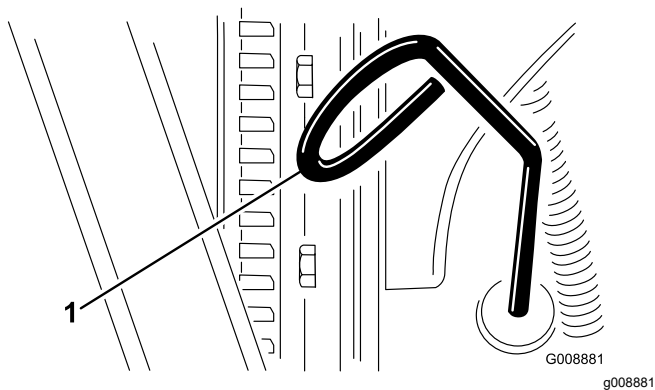

Bild 48
2. Nehmen Sie den Peilstab (Bild 48) heraus und wischen Sie ihn mit einem sauberen Lappen ab.